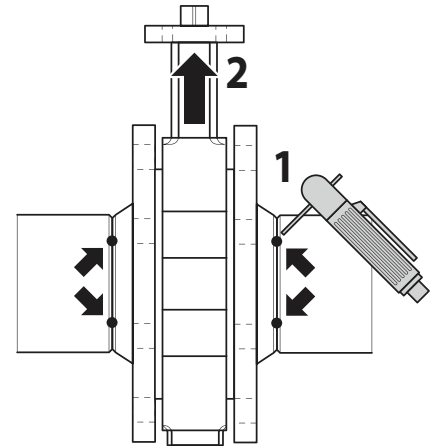

Fig. 25.
- Soudez par points en plusieurs endroits les brides sur les tuyaux. (Fig. 25) **Ne soudez PAS par joints à ce stade!**